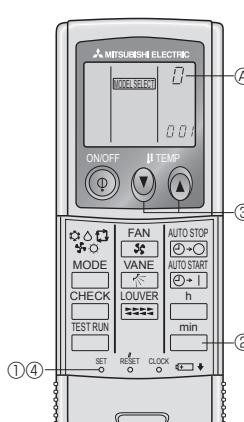

Fig. 6-4
3) Присвоение пульта дистанционного управления отдельным приборам (Fig. 6-4)